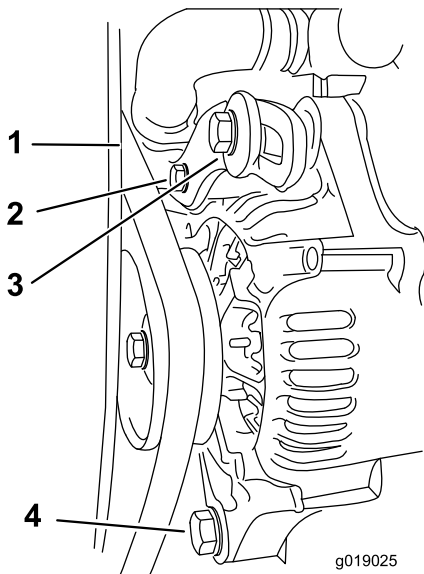

Рисунок 37
1. Для проверки натяжения приводного ремня нажмите на него большим пальцем в указанной зоне (Рисунок 37).